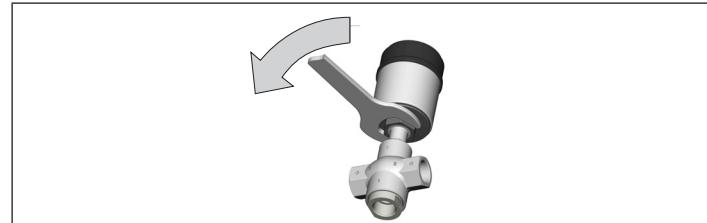

Bild 3: Antrieb drehen
- ▶ Den Antrieb nur im vorgegebenen Richtungssinn drehen (siehe „Bild 3“).